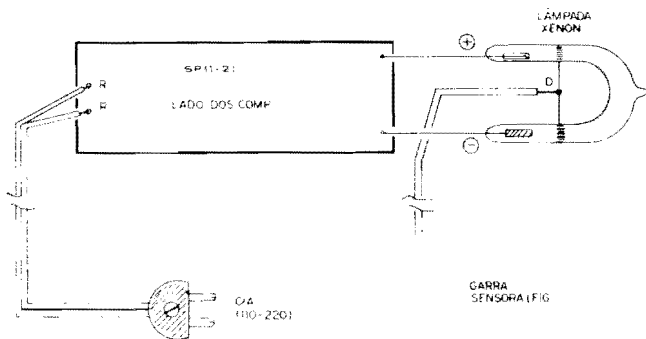

Fig.5
- FIG. 5 - CONEXÕES EXTERNAS À PLACA - Válido para ambas as versões, o diagrama mostra as ligações, "da placa pra fora", que se resumem no "rabicho" (cabo de força, aos já citados pontos "R-R"...), e terminais de alimentação principais da lâmpada de Xenon (observar a obrigatoriedade polaridade...). Na figura, a placa ainda é vista pelo seu lado não cobreado... Outro ponto importante é o representado pela ligação do cabo de disparo, ao terminal central "D" da Xenon (fio não muito curto, isolado e flexível...), e em cuja "outra" extremidade fica a garra sensora (detalhes mais adiante...). Notar que as ligações **reais** da lâmpada de Xenon à placa devem ser feitas através de pedaços curtos de fio isolado, atravessando o refletor original da lanterna de pilhas "modificada", conforme diagramas a seguir... Também o próprio cabo de disparo, na prática apresenta uma conexão intermediária, feita por "macho/fêmea banana" (detalhes nos próximos desenhos...). É **importante** que o "ajeitamento" final da "coisa" no seu improvisado **container** seja feito com um mínimo de bom senso e de "capricho" nunca se esquecendo de que altas Tensões circularão - em funcionamento - por várias das conexões, devendo
"fuga" indesejados, e até perigosos para o operador... A lâmpadinha original da lanterna, e o respectivo soquete, devem ser removidos, deixando-se simplesmente um "buraco" onde estavam tais peças... Em pontos bem determinados do refletor da lanterna (ele "parece" feito de metal, mas - na verdade - nas modernas lanternas é de plástico "espelhado"...), devem ser feitos dois furos para a passagem dos fios (ou dos próprios terminais, após cuidadosa "dobragem"...), aos terminais **positivo** e **negativo** da lâmpada de Xenon, ligados aos respectivos pontos da placa de Circuito Impresso (ver FIG. 5). O fio (flexível) do cabo de disparo (ligado ao conector "banana fêmea") passa pelo furo central do refletor (obtido com a remoção da lâmpada/soquete originais...). A posição final da lâmpada de Xenon deve ser a indicada no diagrama... Para boa estabilidade mecânica e elétrica do conjunto, convém fixar a Xenon ao refletor com adesivo forte (de cianoacrilato ou de **epoxy**...). Finalmente, o conjunto deve ser fechado, pela reposição do anel/vidro da "boca" original da lanterna... O cabo de força ("rabicho") sairá por um furo feito no centro da tampa traseira da lanterna (aquela mesma usada para o acesso normal ao compartimento das pilhas, agora ocupado pelo circuito da SP...).